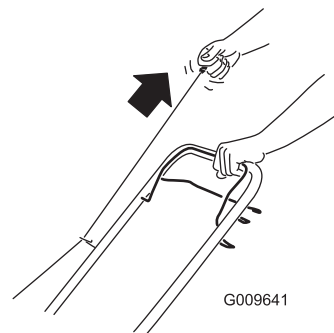

Figure 14
2. Tirez la poignée du lanceur (Figure 14).
**Remarque:** Tirez lentement la poignée du lanceur (Figure 14) jusqu'à ce que vous sentiez une résistance, puis tirez vigoureusement. Laissez le lanceur se rétracter lentement jusqu'à la poignée.